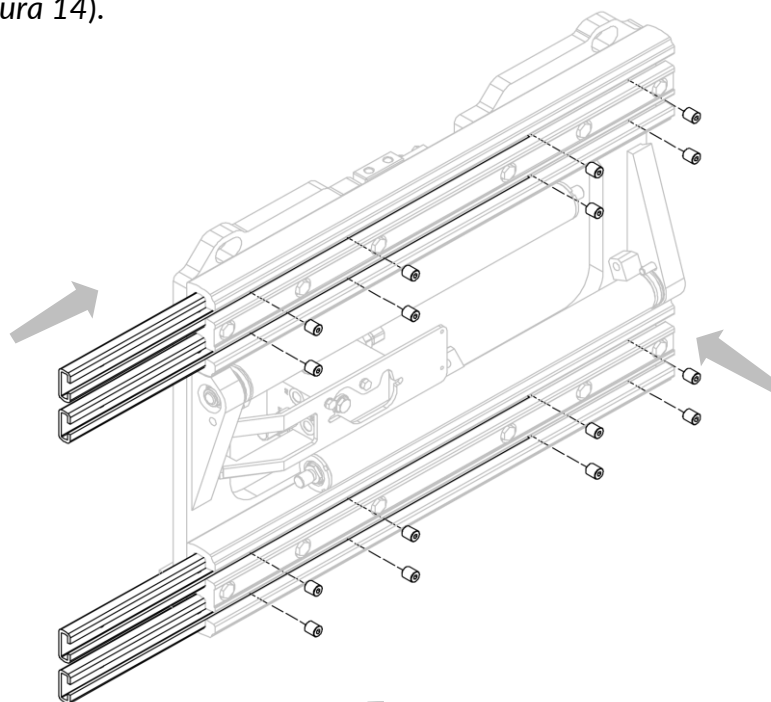
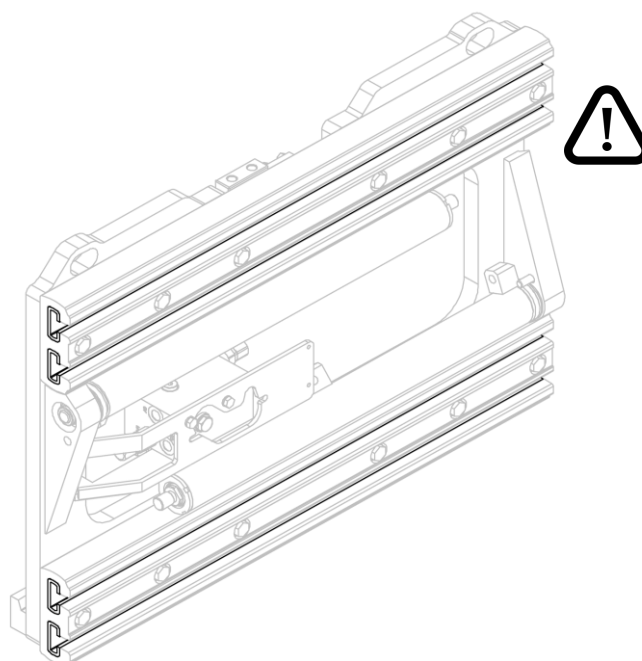

Figura 13
Figura 14
2. Inserte las deslizaderas de nailon y fíjelos con los tornillos (mira *Figura 13 e Figura 14*).